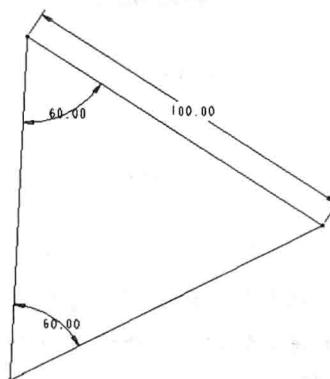

图 1-12 尺寸驱动 3
(4) 修改边长尺寸 9.31mm 到 100.00mm ，回车后得到边长为 100.00mm 的正三角形，如图 1-12 所示。